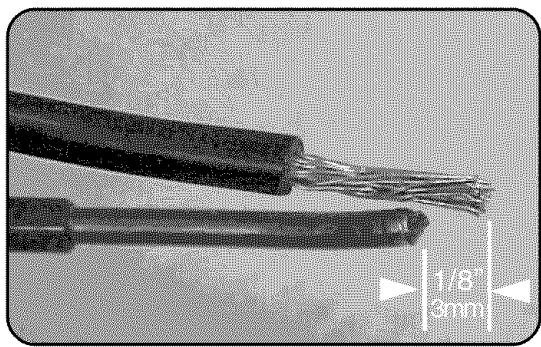

Figure 28/Illus. 28
- Extend the dishwasher's stranded wires 1/8" (3mm) beyond the power supply cable's solid wires, as shown in Figure 28.
- Étirer les fils du lave-vaisselle de 1/8 po (3mm) loin des fils solides du câble d'alimentation, comme à la figure 28.
- Extienda los cables de conductores trenzados en la lavadora que miden 1/8" (3 mm) fuera del cable de alimentación eléctrica con conductores sólidos (o enterizos), como muestra la Ilustración 28.